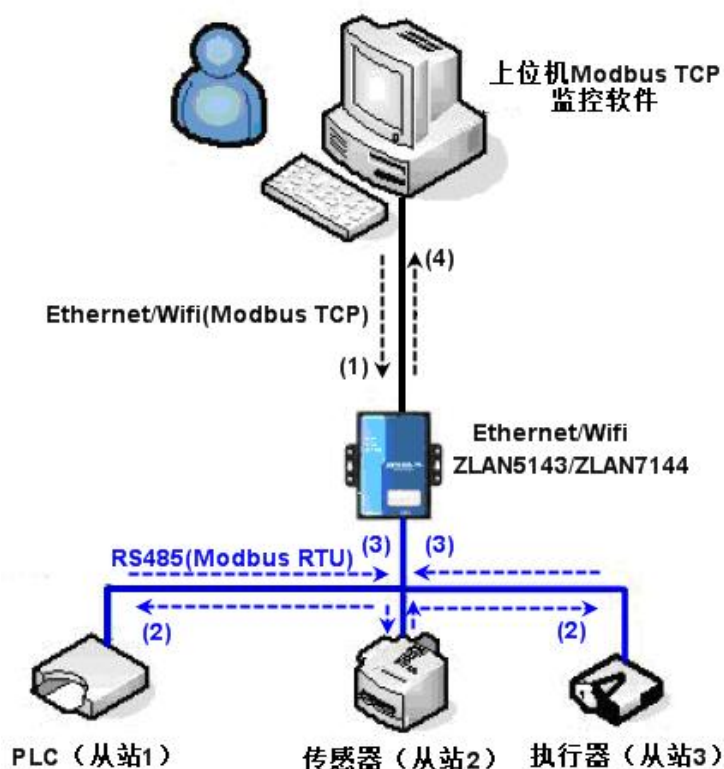

图 42 存储型 Modbus 网关工作方式
如图 42 所示：普通的 Modbus TCP 数据流方向为 (1) \rightarrow (2) \rightarrow (3) \rightarrow (4)。即